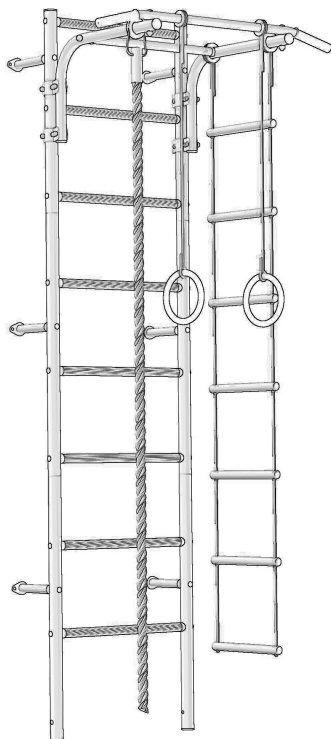

Рис. 1 – ДСК-12.с. ПВХ «АТЛЕТ-2»
3.1. КОМПЛЕКС представляет собой сборно-разборную каркасную конструкцию из металлических труб, закрепленную анкерными болтами в стену (Рис. 1.) Основными составными элементами КОМПЛЕКСА являются вертикальная «шведская лестница» и регулируемый по высоте турник на металлических хомутах с навесным оборудованием.